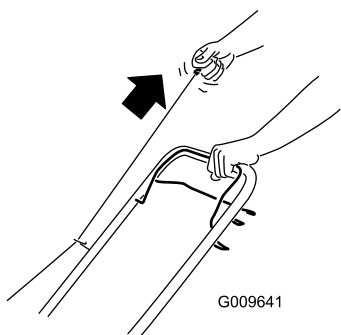

Рисунок 14
2. Потяните рукоятку ручного стартера (Рисунок 14).
Примечание: Слегка потяните за ручку стартера без усилия до тех пор, пока не почувствуете сопротивление, после чего резко дерните ее (Рисунок 14). Дайте тросу медленно вернуться в ручку.